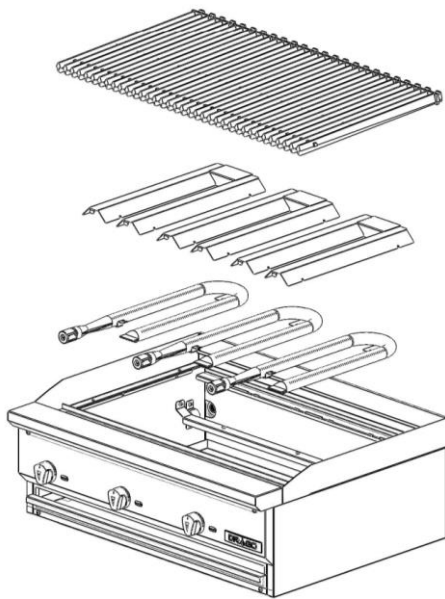

Fig. 1
1. Retire las parrillas del equipo, los deflectores de flamas y los quemadores (Fig.1).